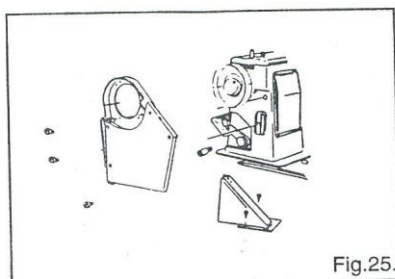

Fig.25.
21. Установка защитного кожуха приводного ремня (Рис. 25)